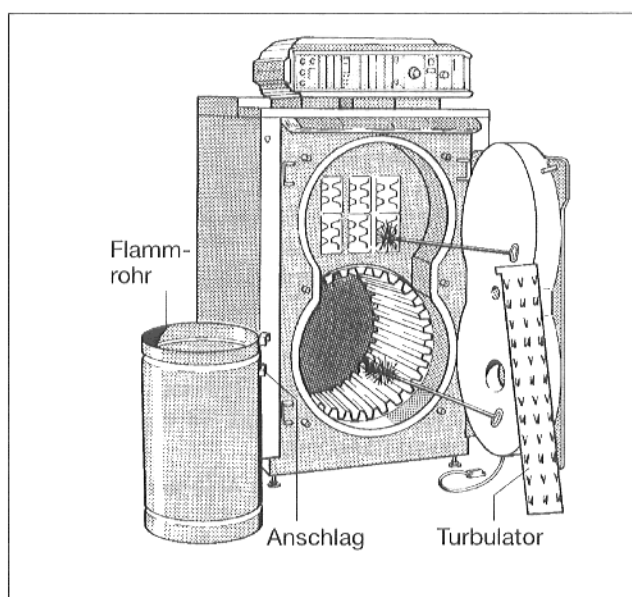

Abb. 19
- Kesseltür öffnen, Flammrohr aus dem Brennraum und Turbulatoren aus den Nachschaltheitztaschen entnehmen (Abb. 19).